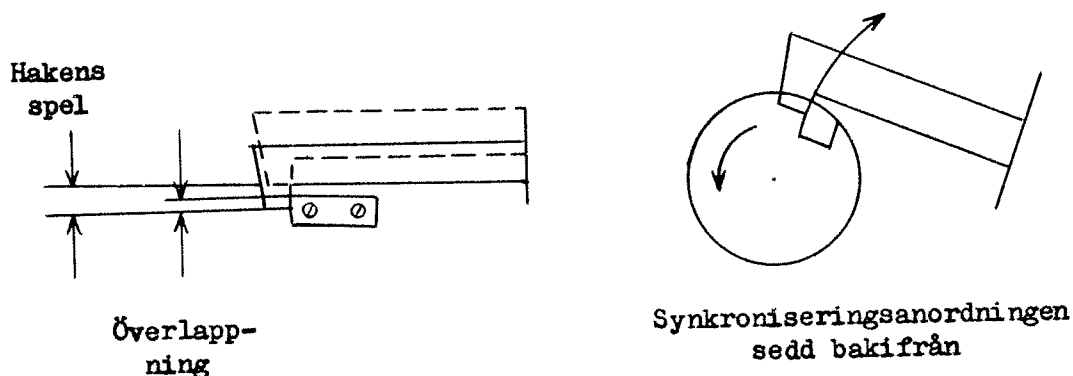

Bild 3
40. Kontrollera synkroniseringsrelät. Mät hakens överlappning och spel med vippindikatorn enligt bild 3. Överlappning = $0,3 +0,1$ mm. Hakens spel = $0,5 +0,1$ mm. Justera vid behov hakens spel med reläts yttre kontaktfjädrer och överlappningen med reläts fastsättningskruvar.